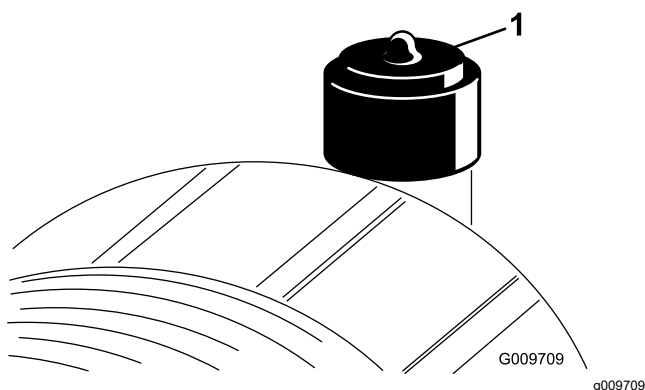

Figura 52
Effettuate la manutenzione del filtro dell'aria quando l'indicatore (Figura 52) lo richiede. Sostituendo il filtro dell'aria prima del necessario si aumenta il rischio che la morchia penetri nel motore quando si toglie il filtro.
8. Se la spia (Figura 52) è rossa, resettatela.